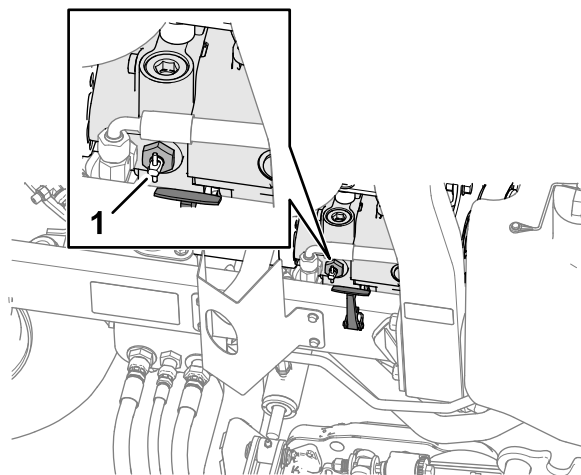

图 48
2. 在右侧机罩门锁附近将泵上的旁通阀手柄旋转 90° 图 48。